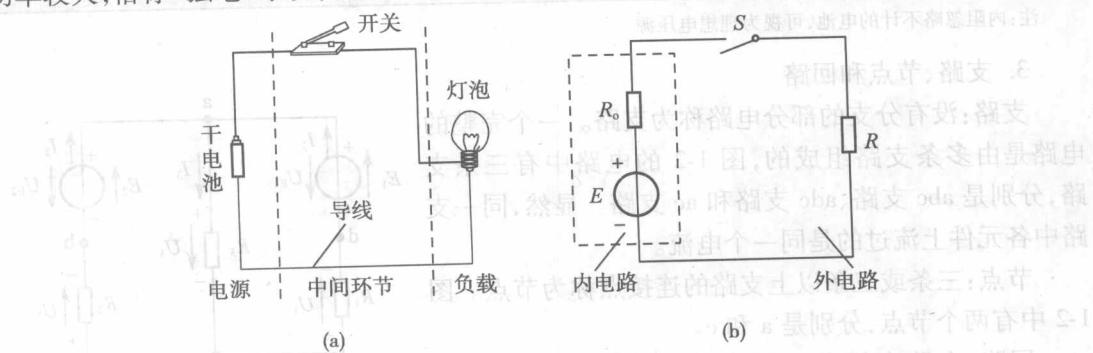

图1-1 最简单的电路及其电路模型
1. 电路的组成和作用 电路是电流通过的路径。通常由电源、负载和中间环节三部分组成。图1-1(a)所示，是最简单的电路。其中电源是提供电能的装置，它把其他形式的能量转换为电能，如发电机将机械能转换成电能、电池将化学能转换成电能等；负载是取用电能的装置，它把电能转换成其他形式的能，如电灯将电能转换成光能，电动机将电能转换成机械能等；中间环节是连接电源和负载所必需的部分，其作用是传输、控制和分配电能，如导线、开关及各种控制、保护装置等。电路的作用有两个：一是实现电能的传输和转换，二是实现信号的处理。各类电力系统主要用于电能的传输和转换，一般这类电路的电压高，电流和功率较大，俗称“强电”系统；而像收音机、电视机、心电图仪、脑电图仪这类电路，主要用于功率较小的场合，俗称“弱电”系统。